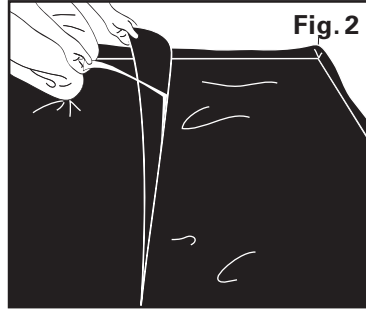
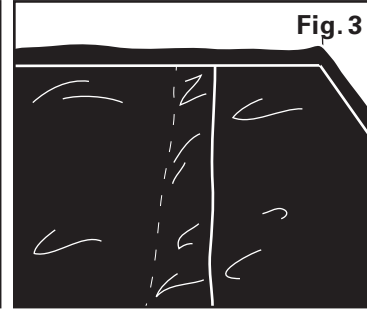

Fig. 2
Fig. 3
3. If needed, lay the second row of film alongside the first. Make sure that the overlapping film lies on top of the original sheet. Fold back the overlap to expose the peel and stick strip. (Fig. 2.) Remove the white protective film from the adhesive strip, and press firmly into place (Fig 3).
3. Si nécessaire, posez la deuxième rangée de films à côté de la première. Veillez à ce que le film qui se chevauche repose sur la feuille d'origine. Repliez le film qui se chevauche pour exposer la bande autocollante. (Fig. 2.) Retirez le film de protection blanc de la bande adhésive et appuyez fermement en place (Fig. 3).
3. Si es necesario, coloque la segunda hilera de la lámina a lo largo de la primera. Asegúrese que la lámina para solapar quede sobre el doblado hacia atrás de la lámina original para exponer la tira para despegar y pegar. (Fig. 2) Despegue la lámina blanca de protección de la tira adhesiva y presione firmemente en su lugar (Fig. 3).